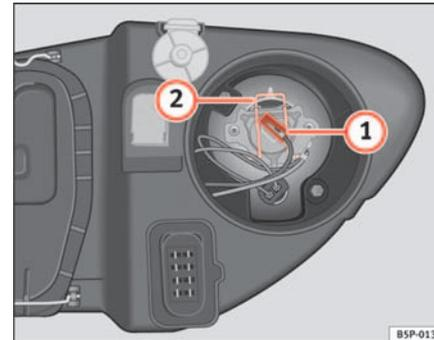

Fig. 178 Feux de route
- Retirez le connecteur ⇒ fig. 178 ① de la lampe.
- Appuyez sur le ressort ⇒ fig. 178 ② vers l'intérieur et vers la droite.